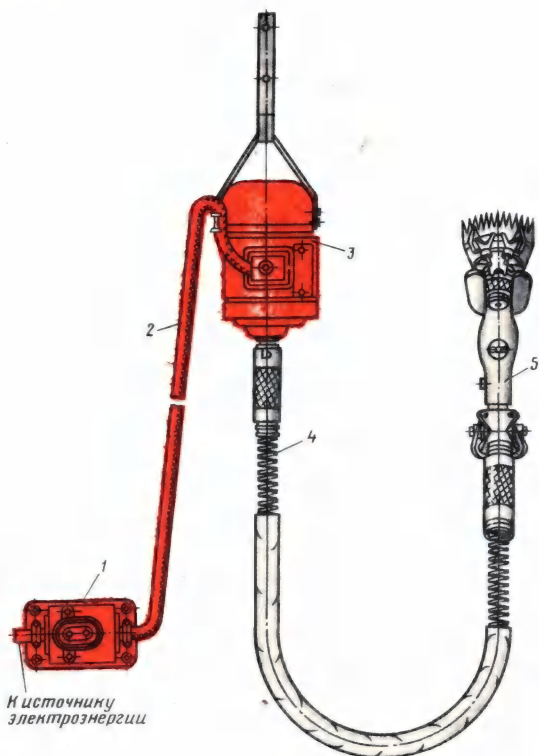

Рис. 28. Электростригальный агрегат ЭСА-1ДА:
**Стрижка овец.** Для стрижки овец применяют электроагрегаты ЭСА-1ДА и ЭСА-1/200И (табл. 30). Агрегат ЭСА-1ДА состоит из стригальной машинки типа МСО-77Б, электродвигателя и гибкого вала ВГ-10 с броней и арматурой (рис. 28).